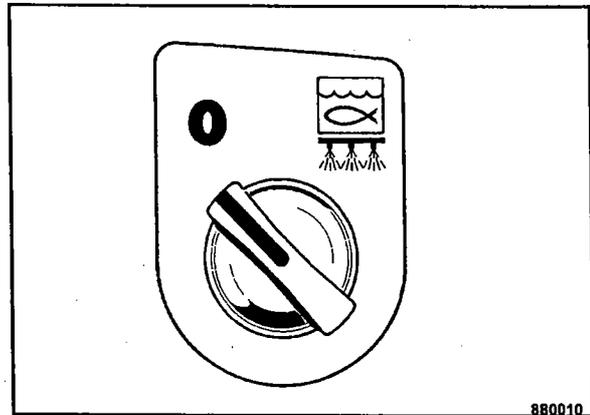

Fig. 59
- Girar el interruptor giratorio para rociado por gravedad (Fig. 59) hacia la derecha, el rociado por gravedad está conectado.